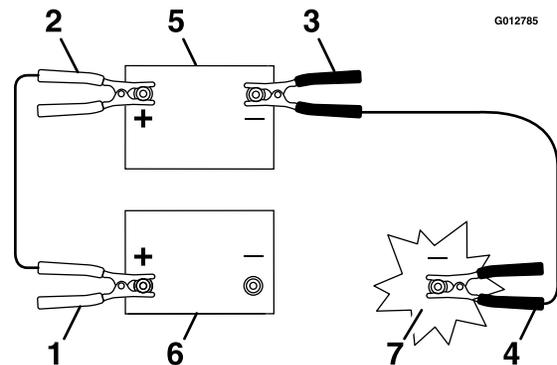

Figure 86
2. Enlevez avec précaution le capuchon isolant du câble positif de la batterie (Figure 86).
3. Branchez la cosse du câble positif (+) (rouge) à la borne positive (+) de la batterie à plat (Figure 86).